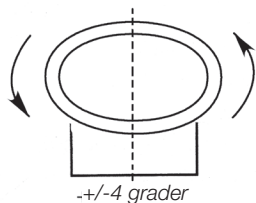

Fig. 3A
- Använd väggfästet som mall, märk ut skruvhålen på monteringsytan, borra hål för fästskruvarna, där strålkastaren skall monteras. Använd lämpliga skruvar och ev. pluggar strålkastaren skall monteras stabilt! Placera strålkastaren horisontellt ( $\pm 4^\circ$ ) (Fig. 3A).